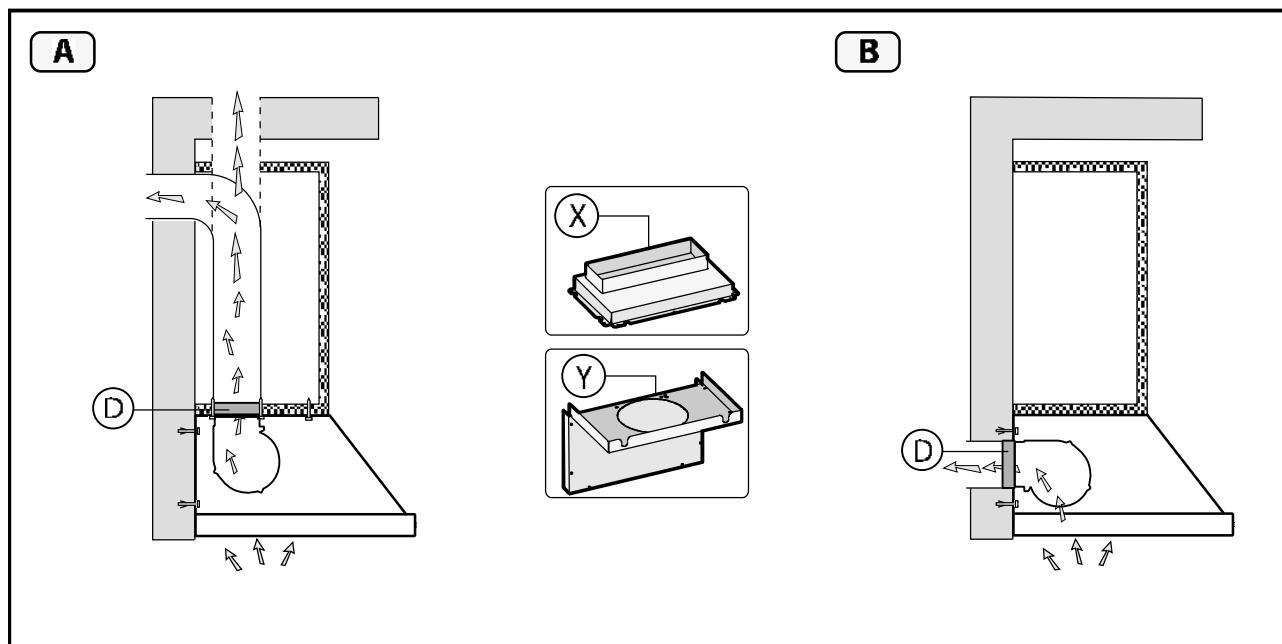

Fig.3
- La brida de evacuación del aire se suministra con la forma tanto rectangular **X**, como circular **Y** (**Fig.3**).